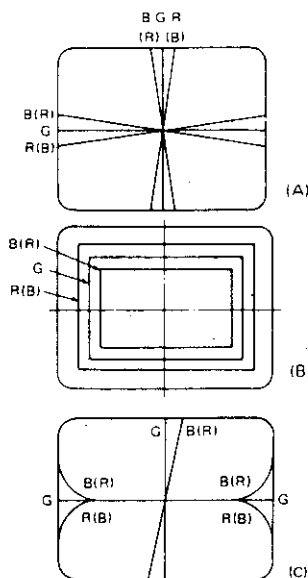

Abb. 10
- (1) Achten Sie auf die horizontalen Linien in der Bildschirmmitte. Kreuzen die roten und blauen Linien die grünen Linien wie in Abb. 10(A) gezeigt, so verändern Sie den vertikalen Winkel der Ablenkeinheit, bis die Linien konvergiert sind.
- (2) Kontrollieren Sie die vertikalen Linien rechts und links von der Bildschirmmitte, siehe Abb. 10(B). Sind die roten und blauen Linien gegenüber der grünen Linien verschoben, so konvergieren Sie sie, indem Sie die Ablenkeinheit im horizontalen Winkel verändern.
- (3) Eine Fehleinstellung, wie in Abb. 10(C) gezeigt, können Sie durch drehen der Ablenkeinheit beheben. Hierbei sollten Sie einen Vergleich machen zwischen Konvergenz und Bildlage.